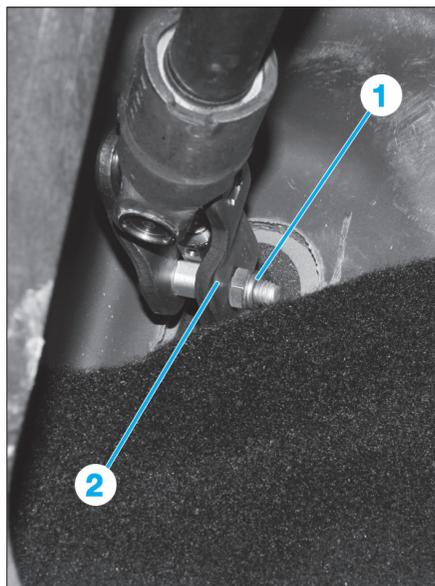

Fig. 3
- la vis de fixation (1) de la chape (2) sur le boîtier de direction (Fig.3),
- la vis de fixation (1) de la chape (2) de la colonne de direction sur le boîtier (Fig.3).